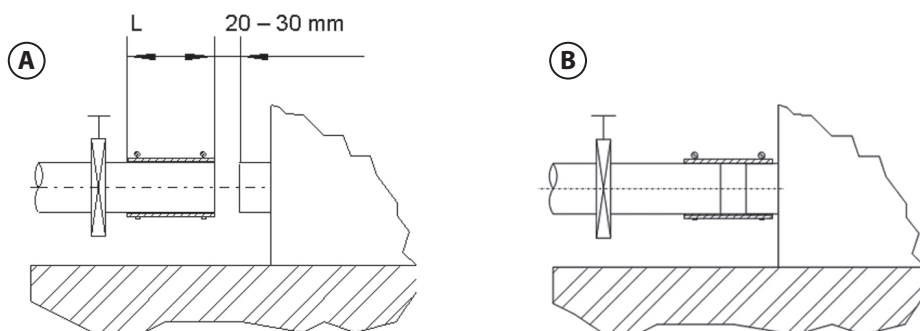

Fig.6
Inserire i manicotti elastici e le relative fascette sui tubi terminali dell'impianto come mostrato in Fig. 6 (A).
Posizionare il tubo terminale di ROBOX alla distanza indicata in Fig. 6 (A).
Spostare il manicotto elastico nella posizione definitiva e serrare le fascette, Fig. 6 (B).
Insert the elastic connectors and relevant hose clamps on the terminal pipes as indicated in Fig. 6 (A).
Position the ROBOX terminal pipe at the distance indicated in Fig. 6 (A).
Position the elastic connectors in the final position and fasten the hose clamps as in Fig. 6 (B).
Insérer les manchettes souples et les colliers sur les tuyauteries de l'installation, comme illustré sur la Fig. 6 (A).
Placer les tuyauteries du ROBOX à la distance indiquée sur la Fig. 6 (A).
Déplacer la manchette souple sur sa position définitive et serrer les colliers Fig. 6 (B).
Die elastischen Muffen und die Schellen an den Anschlussrohren der Anlage einsetzen, wie auf Abb. 6 (A) dargestellt.
Das Anschlussrohr von ROBOX im auf Abb. 6 (A) angegebenen Abstand positionieren.
Die elastische Muffe in die endgültige Position verschieben und die Schellen anziehen, Abb. 6 (B).
Introduzca los manguitos elásticos y las abrazaderas en los tubos terminales de la instalación como se muestra en la Fig. 6 (A).
Coloque el tubo terminal de conexión a ROBOX a la distancia indicada en la Fig. 6 (A).
Desplace el manguito elástico hacia su posición definitiva y apriete las abrazaderas, Fig. 6 (B).